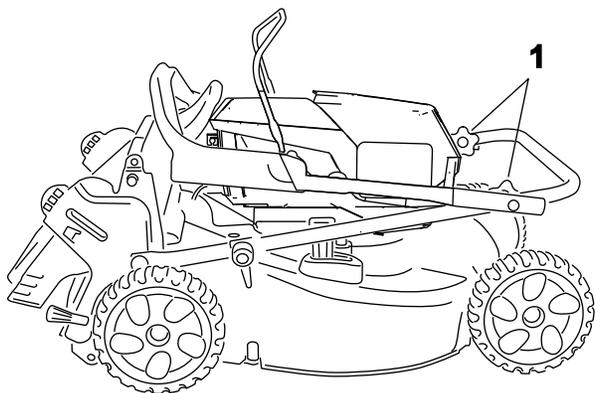

Figure 21
3. Faites pivoter tout le guidon en avant (Figure 21).